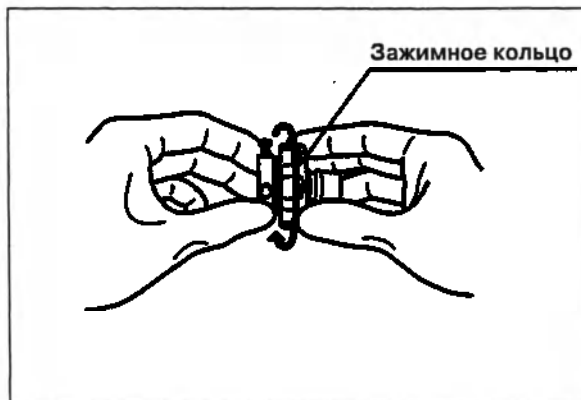

Рис. 3.3
2. Поверните зажимное кольцо на вилочной части разъёма на один или два оборота для его ослабления. Обязательно прекратите вращение кольца до его отделения от вилочной части разъёма (см. рис. 3.3).